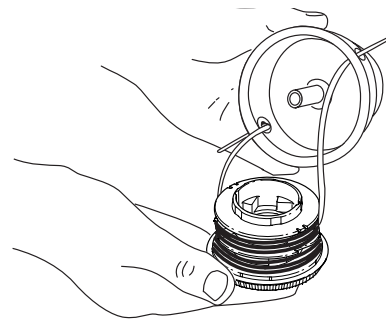

Fig. 53
3. Inserte los extremos de la línea de corte del nuevo carrete interior dentro de los ojillos de la bobina exterior (Fig. 53). Coloque el nuevo carrete interior con la flecha hacia arriba dentro de la bobina exterior.
3. Saque el carrete interior con la línea existente de la bobina exterior (Fig. 53).